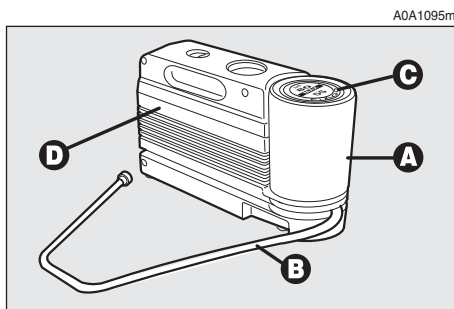

fig. 10
Le kit **fig. 10** est placé dans le coffre à bagages. Le kit comprend également un tournevis et le crochet d'attelage.
– une bouteille **A-fig. 10** contenant le liquido sigillante, dotata di: